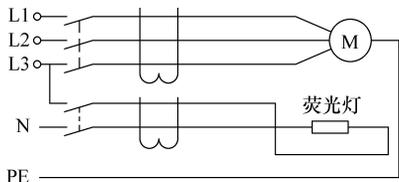

图 1-33
1. 识读荧光灯与三相异步电动机采用两极和三极剩余电流断路器电路(图1-33)。